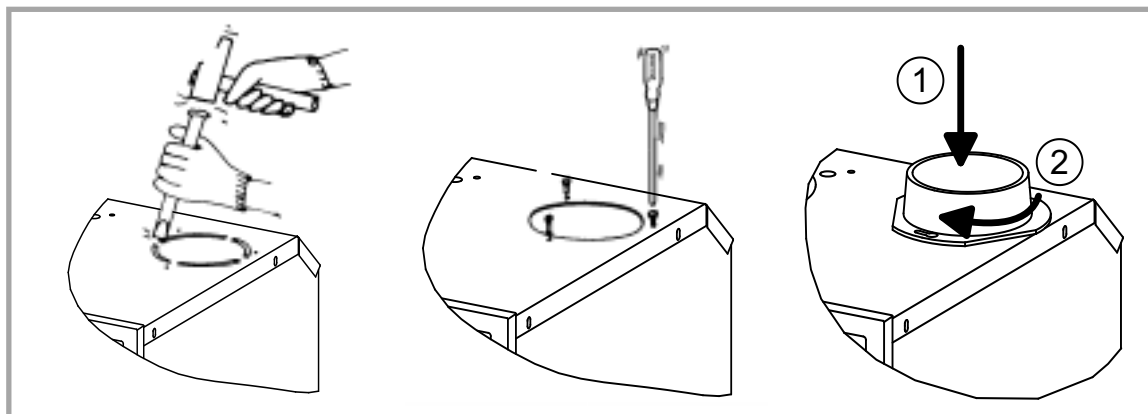

Figure 13 - Montage des buses d’air chaud
- Découper la(les) plaque(s) d’obturation (fig. 13).